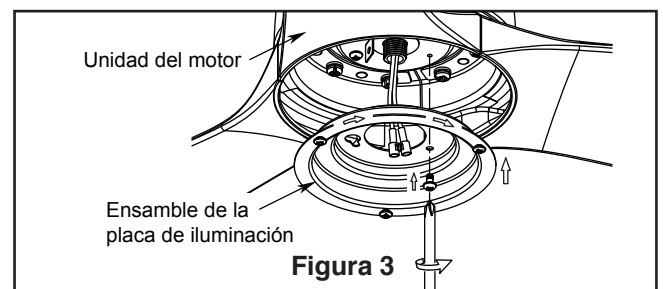

Figura 3
3. Instale la ensamble de la placa de iluminación en el soporte utilizando las dos ranuras principales de conexión. Vuelva a colocar el tornillo retirados previamente y asegure los tres tronillos. (Figura 3)